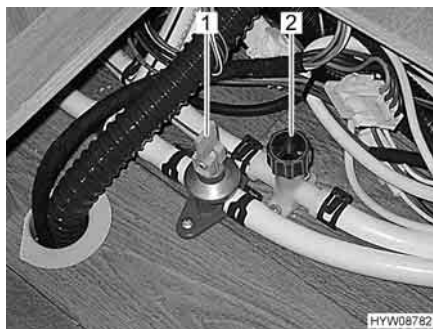

Fig. 138 Rubinetti di scarico
- Chiudere i rubinetti di scarico. Ruotare i coperchi (Fig. 138,2) in senso orario e posizionare la leva a bilanciere (Fig. 138,1) in posizione orizzontale.
- Aprire i rubinetti di scarico (Fig. 138). Posizionare la leva a bilanciere (Fig. 138,1) verticalmente e ruotare il tappo (Fig. 138,2) in senso antiorario. Il boiler viene svuotato verso l'esterno tramite i rubinetti di scarico.